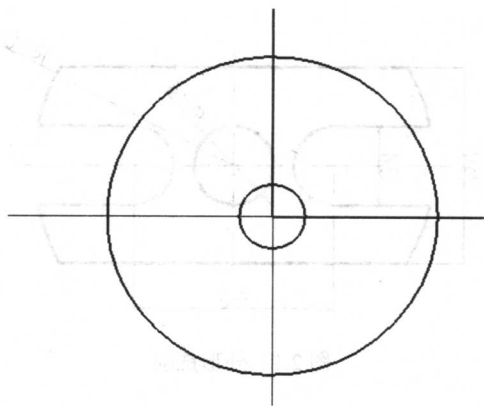

图 2.3 画两个圆
(3) 创建图形轮廓。按 F9 键显示坐标轴。
①选择“回主功能表”|“C 绘图”|“A 圆弧”|“P 极坐标”|“C 圆心点”|“O 原点 (0, 0)”命令，根据提示，输入半径：60，输入起始角度：0，输入终止角度：360，极坐标画弧，请指定圆心：再选“O 原点 (0, 0)”，输入半径：12，输入起始角度：0，输入终止角度：360°，结果画出了两个圆。如果屏幕上看不见图形或显示大小不合适，可以用屏幕上方的“适度化”和“缩小至 0.8 倍”快捷图标，使图形显示在屏幕上合适的位置，结果如图 2.3 所示。